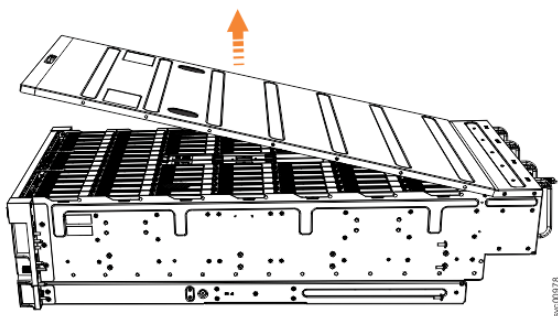

Рисунок 53. Снятие крышки корпуса расширения 5U
3. Осторожно поднимите крышку (см. Рисунок 53 на стр. 56).